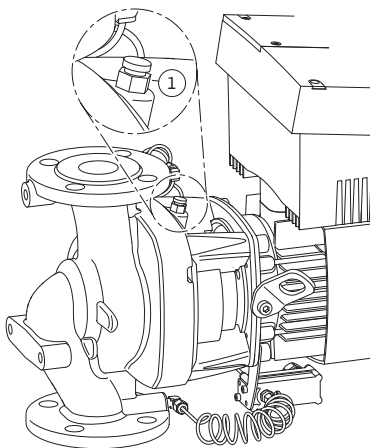

Fig. 42: válvula de ventilación
- Purgue las bombas soltando las válvulas de ventilación (Fig. 42, pos. 1). La marcha en seco daña el cierre mecánico de la bomba. No purgue la sonda de presión diferencial (riesgo de daños).